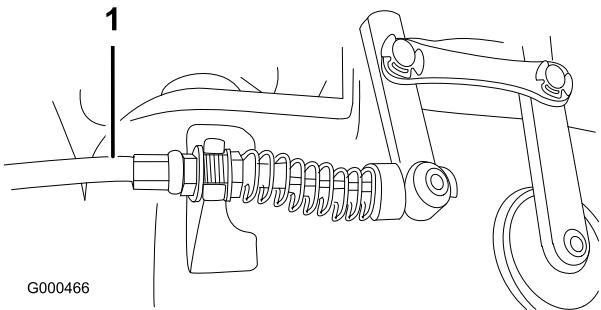

Figura 43
2. Para aumentar la tensión del cable, afloje la contratuerca delantera del cable y apriete la contratuerca trasera del cable (Figura 43) (situada encima de la caja de engranajes) hasta que la fuerza del cable del molinete añada de 3,2 a 4,5 kg adicional, medida en el pomo de control.